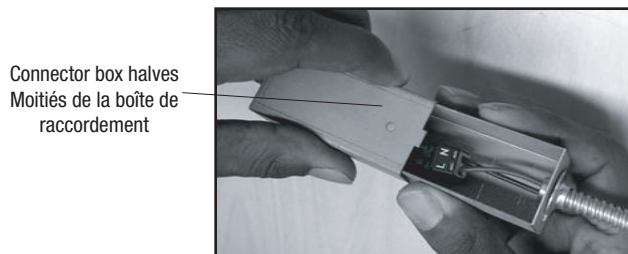

Fig. 3
4. Once connected, close the connector box and secure it with screw (Fig. 3).
4. Une fois connecté, fermer la boîte du connecteur et la fixer avec la vis (Fig. 3).